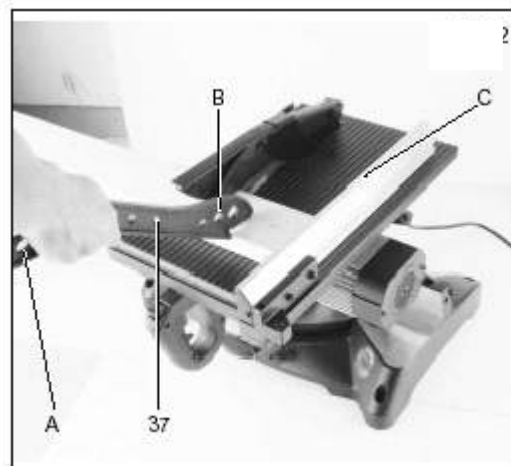

Fig. 17
- A máquina é equipada com suporte de corte 37 fig. 17 com as dimensões e moldes exigidos pelos padrões de segurança. Sempre que a máquina for utilizada como serra circular este acessório deve ser utilizado. Nunca exponha suas mãos ao perigo.